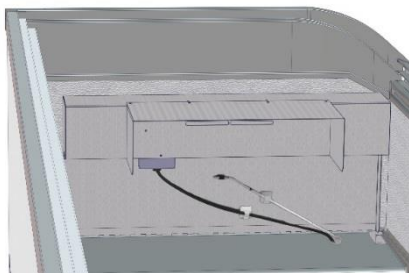

Abb.15 Gebläseträger
7. Bei Bedarf Gebläseträger (siehe Abb. 15) reinigen, dazu diesen hochklappen und darunterliegende Flächen mit feuchtem Tuch